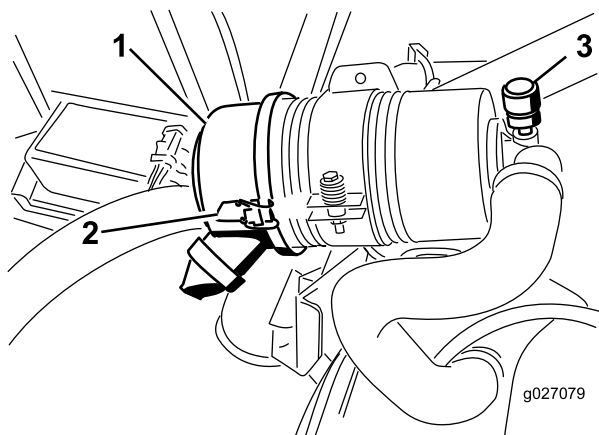

Figura 55
Revise el filtro del limpiador de aire únicamente cuando el indicador de mantenimiento (Figura 55) lo requiera. El cambiar el filtro antes de que sea necesario sólo aumenta la posibilidad de que entre suciedad en el motor al retirar el filtro.
1. Abra los enganches que sujetan la tapa del limpiador de aire a la carcasa del limpiador de aire (Figura 55).